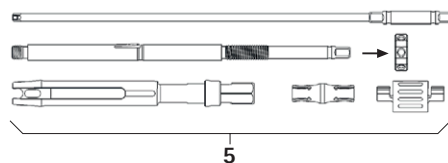

Fig. 3
- Démonter le levier de réduction percutané 5, voir Fig. 3. Démonter entièrement le levier de réduction et dévisser l'écrou de serrage.